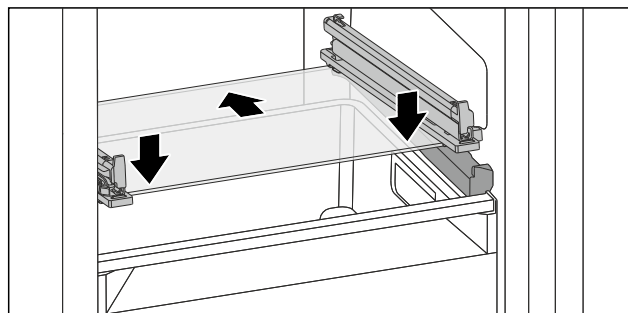

Fig. 74 Skleněná deska odklápěcí zásuvky
- Nasadte skleněnou desku šikmo za zářezky. (viz Fig. 74)